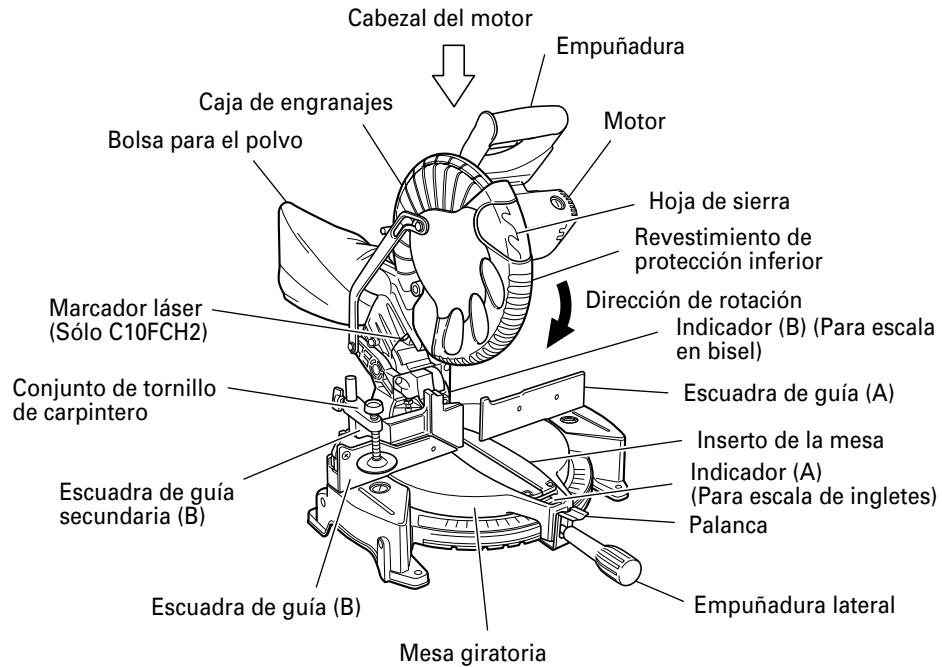
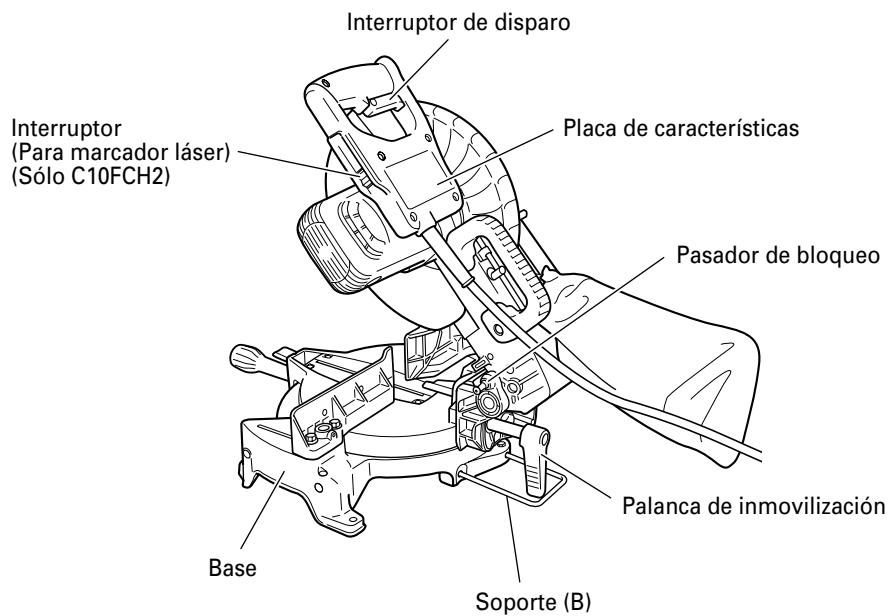

Fig. 1
Fig. 2
3. Instalación de la bolsa para el polvo, el soporte, el retén, y los tornillos de carpintero (El soporte y el retén son accesorios opcionales.) Fije la bolsa para el polvo y el conjunto de tornillo de carpintero como se indica en la Fig. 1 y Fig. 2.